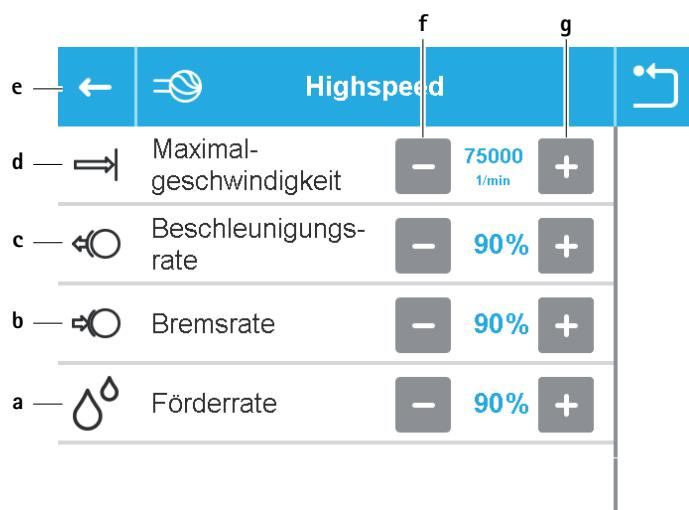

Abb. 10 Motoreinstellungen – gewählter Anwendungsteil-Typ
- Das Untermenü des gewählten Anwendungsteil-Typs öffnet sich, siehe Abb. 10.